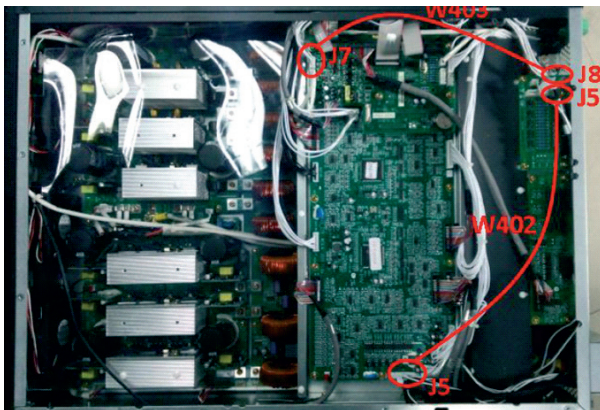

Рисунок 49 – Подключения шлейфа W402 и шлейфа W403
8.2.5 Внешний вид подключения шлейфа W402 и шлейфа W403 приведен на рисунок 49.